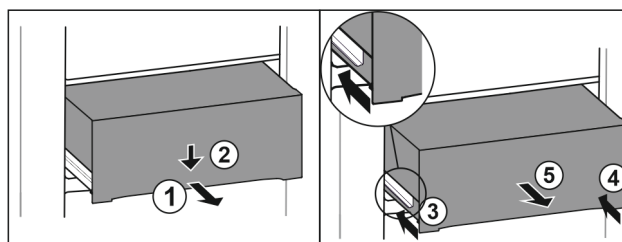

Fig. 154
- Estrarre il cassetto a metà. Fig. 154 (1)
- Premere il cassetto sul lato anteriore verso il basso. Fig. 154 (2)
- Spingere la guida sinistra di circa 2 cm verso l'interno. Fig. 154 (3)
- Spingere la guida destra di circa 2 cm verso l'interno. Fig. 154 (4)
- Rimuovere il cassetto tirandolo in avanti. Fig. 154 (5)